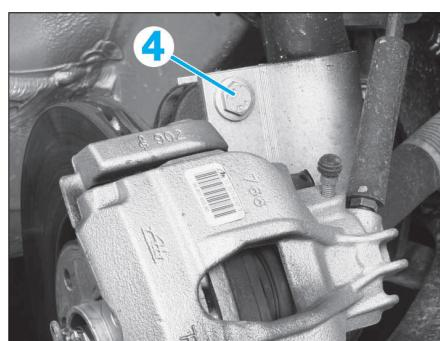

FIG. 4
- Remplacer le pivot dans le corps d'amortisseur et le maintenir à l'aide d'une vis (4) (Fig.4).